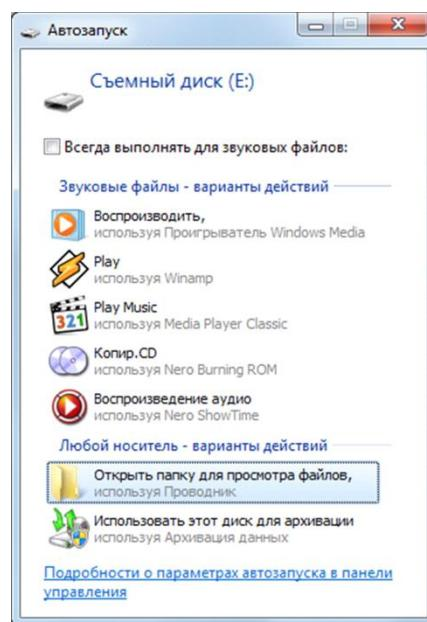

Рис. 10.3. Окно Автозапуск
3. Нажмите и удерживайте тампер контроллера (см. Приложение 1 и Приложение 2), после чего нажмите и отпустите кнопку рестарта (Reset). В результате контроллер перезапустится в режиме накопителя данных (Mass Storage) и будет представлен в компьютере как съемный диск. В области уведомлений ОС Windows (в правом нижнем углу экрана) появится значок съемного устройства, и откроется окно Автозапуск (рис. 10.3). После этого тампер можно отпустить.